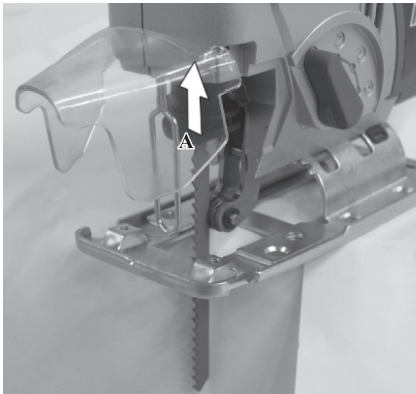

Fig. 2
6.2 Montering av sågblad (Fig. 2)
- Tryck upp sågspännets klämma (Fig. 2, A) och håll kvar den där